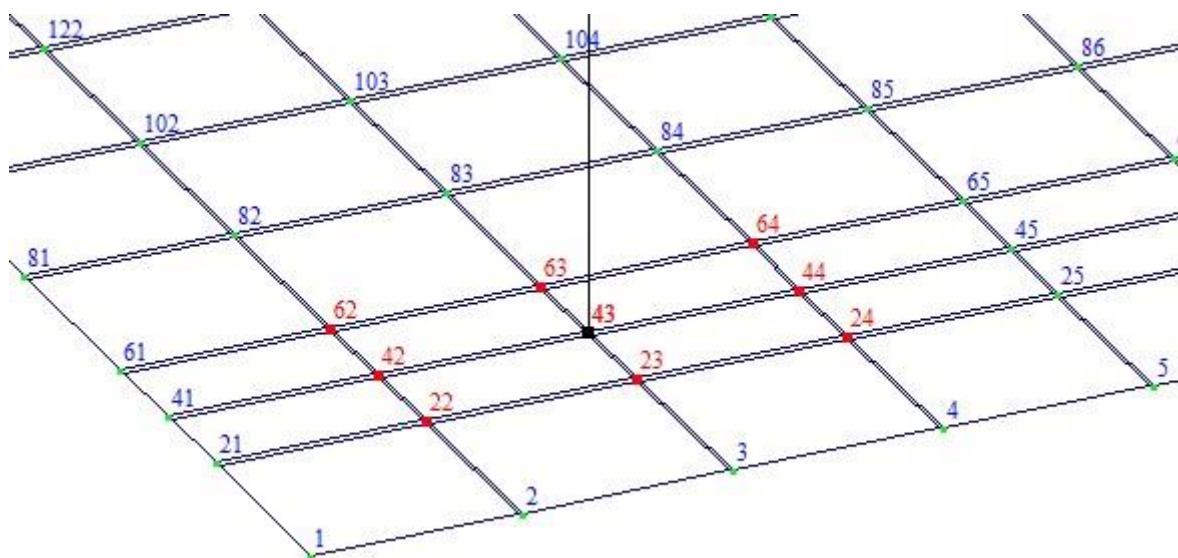

Рис. 9.10. Відмічені вузли № 22-24, 42-44 і 62-64
- За допомогою курсору виділіть вузли стикування фундаментної плити та **Абсолютно жорсткого тіла 1** (тіла колони) № 22-24, 42-44 і 62-64 (рис. 9.10) (вузли забарвлюються в червоний колір).